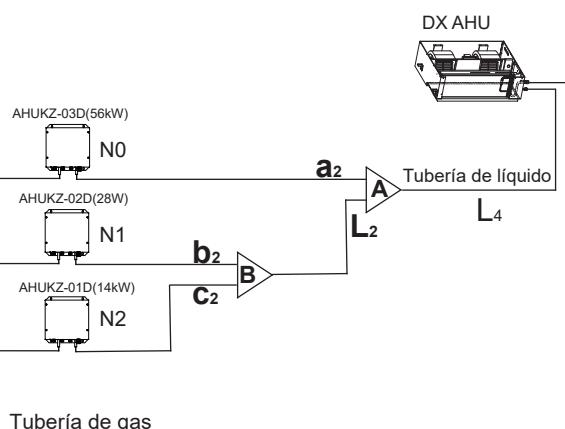

Imagen 3-7
e.x.1: Consulte la Imagen 3-7, la capacidad de la caja del control descendente para L4 es $560 + 280 + 140 = 980$, la tubería es $\Phi 19.1$.